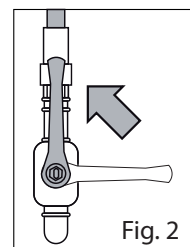

Fig. 2
- Abrir la llave de corte arriba del aparato (Fig. 2);
- Montar de nuevo el tornillo con la arandela de estanqueidad gas en el alojamiento correspondiente, abrir el grifo de corte antes del aparato (Fig. 2) y comprobar, tras encender el quemador, que no hay fugas de gas.